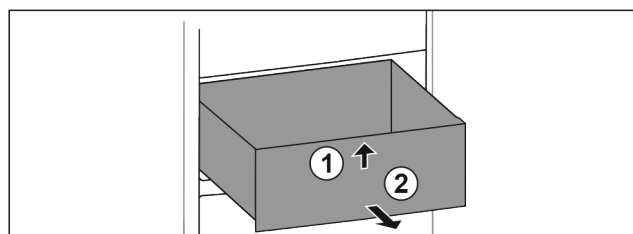

Fig. 95
- Levante el cajón por delante. Fig. 95 (1)
- Extraiga el cajón hacia delante. Fig. 95 (2)